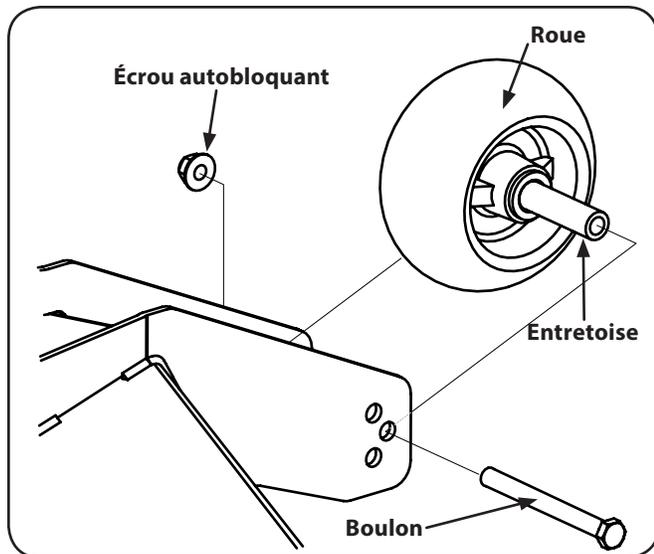

Figure 6-9
2. Retirez l'écrou autobloquant qui sert à retenir le boulon de la roue de jauge avant au plateau de coupe. Enlevez la roue de jauge, le boulon et l'entretoise. Voir Figure 6-9.